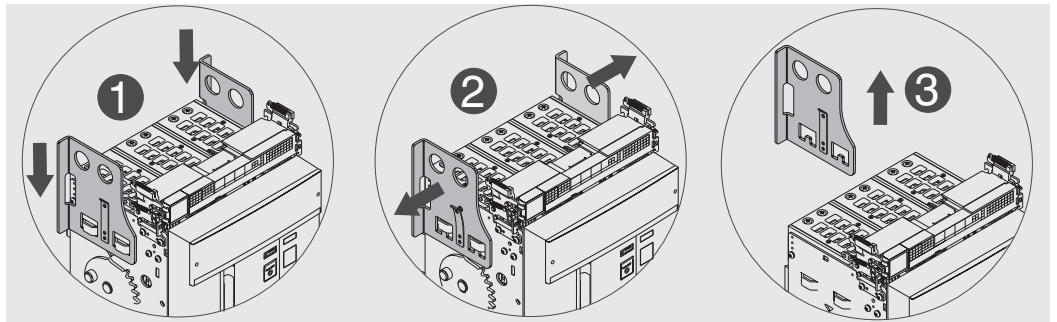

Figura 41
5. Desenganchar la lengüeta y quitar de la parte móvil las placas de elevación. Véase Figura 41.